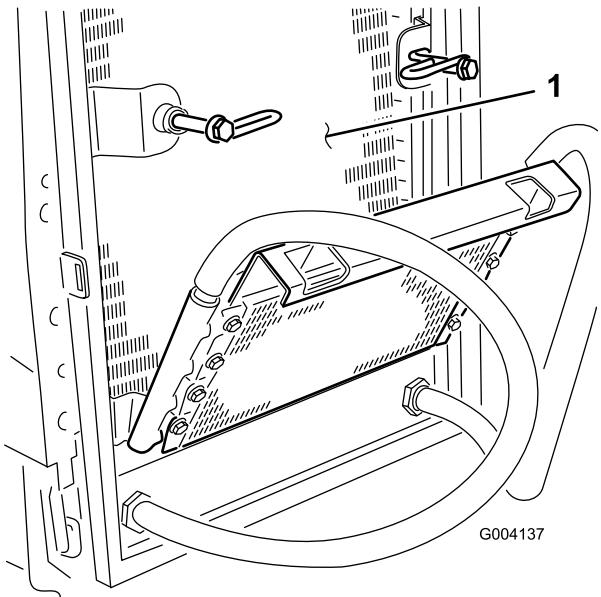

Figura 74
6. Pulite accuratamente entrambi i lati del radiatore dell'olio e del radiatore utilizzando aria compressa (Figura 74).